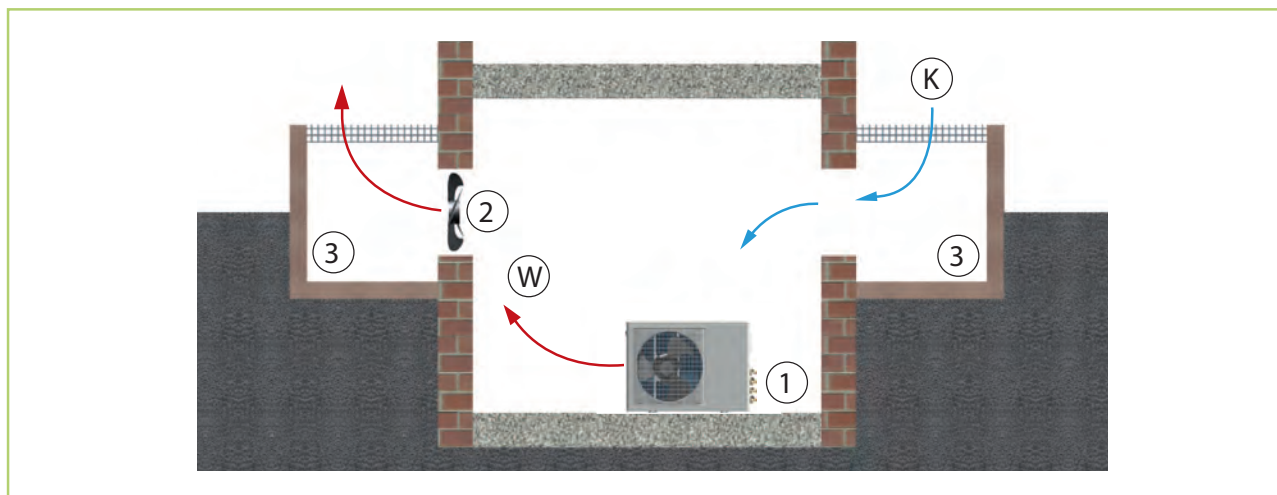

Abb. 26: Aufstellung im Gebäudeinneren
- Sorgen Sie für eine ausreichende Wärmeabfuhr, wenn das Außenteil im Keller, auf dem Dachboden, in Nebenräumen oder Hallen aufgestellt wird (Abb. 26).
- Installieren Sie einen zusätzlichen Ventilator, der über den gleichen Luftvolumenstrom des im Raum aufzustellenden Außenteiles verfügt und der eventuelle zusätzliche Druckverluste durch Luftkanäle kompensieren kann (Abb. 26).